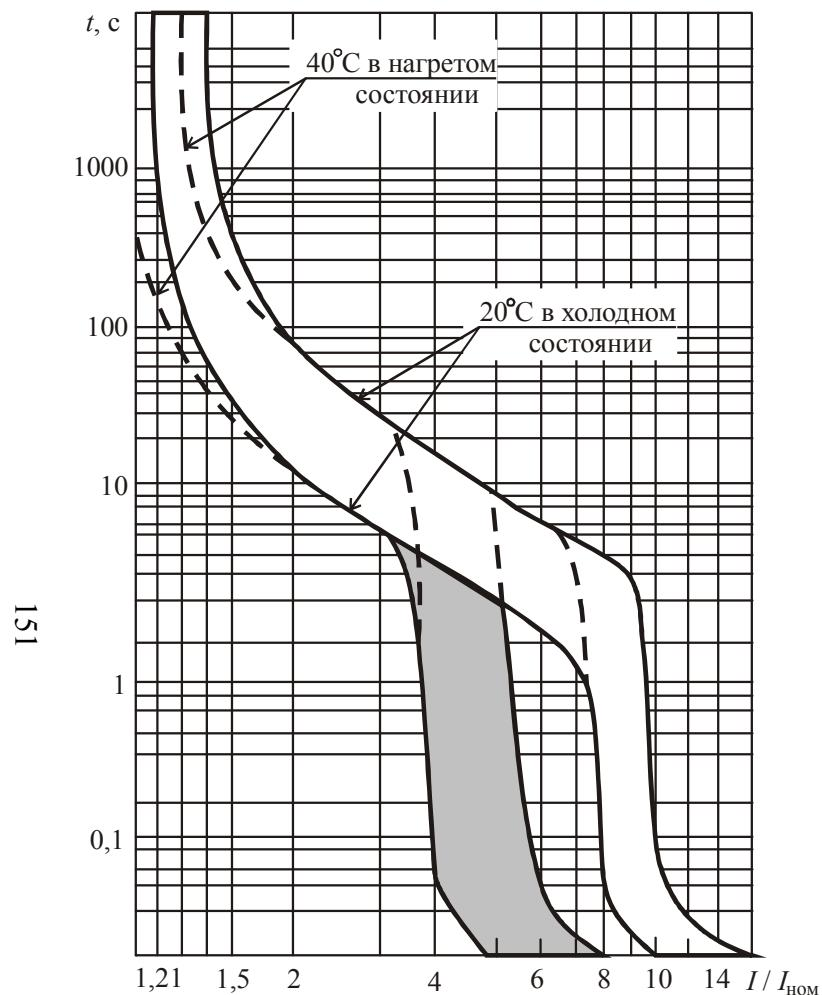

Рис. 2.93. Времяточевые характеристики отключения выключателей BA14
*Автоматические выключатели серии BA14* выполняются в одно-, двух- и трехполюсном исполнении на номинальные токи 16, 20, 25 и 32 А. Уставка срабатывания электромагнитного расцепителя – 5 и 10. Защитная характеристика приведена на рис. 2.93.